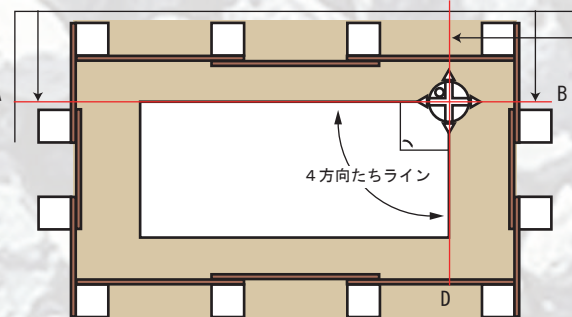

図2
を張ります。(図2)Cの位置をA~Bの水糸にも付けられれば、鉛筆の芯などで付けます。
- ⑤貫き板のAの位置に受光器をセットします。(写真2)
- ⑥水糸のクロス位置の真下に短脚を水平にセットして本体を取付けます。(写真3)(図2)
- ⑦本体と短脚の締め付けを少し緩め、垂直(V)レーザーを点灯します。
- ⑧(写真4)の様にコピー用紙などに十字を書いた紙をかざし、本体をスライドさせて水糸のクロスライン